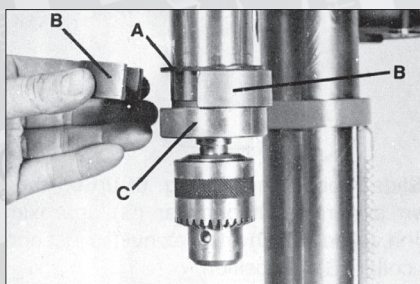

Figure 1
- 2 - Choisissez la bague (B fig 1) adapté